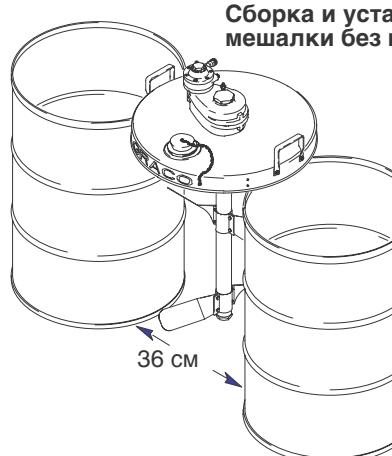

Рис. 2
Установите две стандартные бочки объемом 208 л на расстоянии около 36 см. друг от друга и отцентрируйте крышку на бочках так, чтобы логотип Graco находился по центру и был направлен к вам, как показано на Рис. 2. Переийдите к действию 1 в разделе **С подъемником или без него**.
1. Пропустите вал мешалки через большое отверстие в центре крышки боки (29).
2. Поверните мешалку так, чтобы пневмомотор находился с левой стороны вала, как показано на Рис. 2, что позволит совместить три конических отверстия в нижней части мешалки с тремя сквозными отверстиями в крышке бочки.
3. Вставьте три винта с шестигранными головками (25) через крышку в мешалку и закрутите их с усилием 8,4 Н.м.
4. Соберите одну пару лопаток мешалки (28) так, чтобы четыре отверстия в половинках лопаток были на одной линии (см. **Чертеж деталей** для ориентации лопаток).
5. Вставьте четыре винта с головкой под ключ (31) в четыре отверстия в лопатках и закрутите на них стопорные гайки (32).
7. Равномерно затяните четыре стопорные гайки (32) для стягивания лопаток вместе и для их фиксации на вале. Затяните гайки с усилием от 5,6 до 6,2 Н.м. Между половинками лопатки должен оставаться зазор.
9. Установите узел второй лопатки у самого конца вала, но не на нижней пробке (20).
10. Поверните узел нижней лопатки так, чтобы он находился под углом 90 относительно узла верхней лопатки, и затяните стопорные гайки (32) с усилием от 5,6 до 6,2 Н.м. Между половинками лопаток будет оставаться зазор.